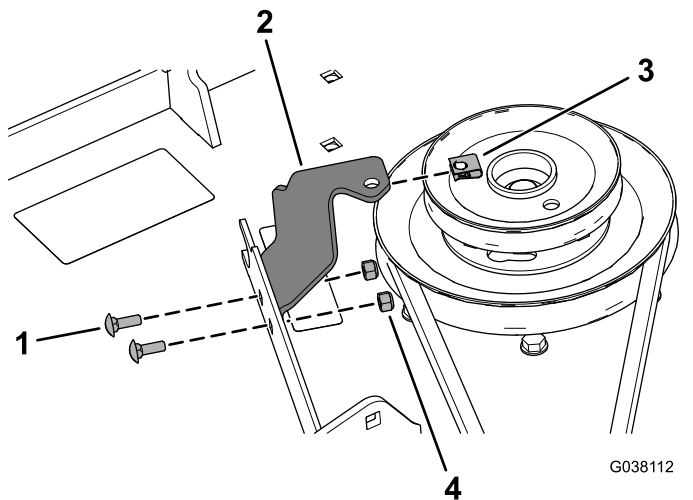

Figura 14
- Instale el soporte de la cubierta de la correa a la carcasa de corte con 2 pernos de cuello cuadrado ($\frac{1}{4}$ " x $\frac{3}{4}$ ") y 2 contratuercas ($\frac{1}{4}$ "), según se muestra en Figura 14.
- Instale la tuerca rápida en el soporte de la cubierta de la correa (Figura 14).